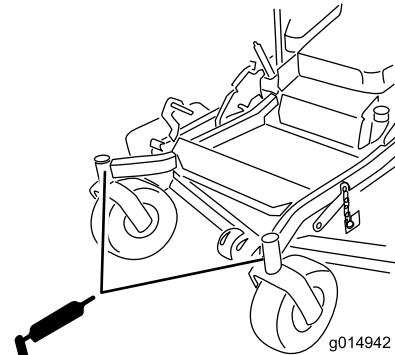

Figure 41
10. Remettez le bouchon hexagonal et le capuchon antipoussière en place (Figure 41).